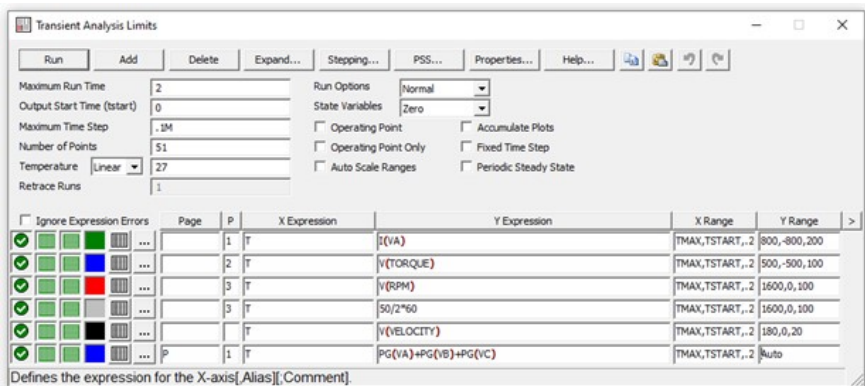

Рис. 4.3
2.5. Поменяйте нагрузку с Torque2 на Torque1. Запустите расчет переходных характеристик – **Analysis**→**Transient...** (Alt+1). Выставьте параметры расчета частных характеристик как указано на рис. 4.3 и нажмите кнопку **Run**. Получившиеся графики сохраните в отчет.